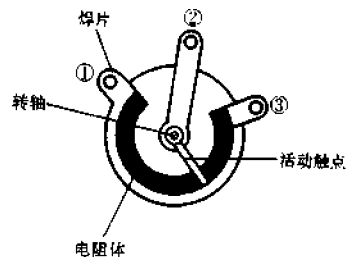

图 4-10 电位器的基本结构
电位器实际上是一种可调的电阻器件。图 4-10 是常用的旋转式碳膜电位器的结构图。由图可见, 电位器是由一个电阻体和一个活动触点及三个引脚焊片组成。电阻体与活动触点被封装在金属或塑料壳体内。固定引脚焊片①和③分别与电阻体两端相接, 而活动触点则与引脚焊片②相接。三个引脚焊片均露于壳体外部用于与应用电路连接。